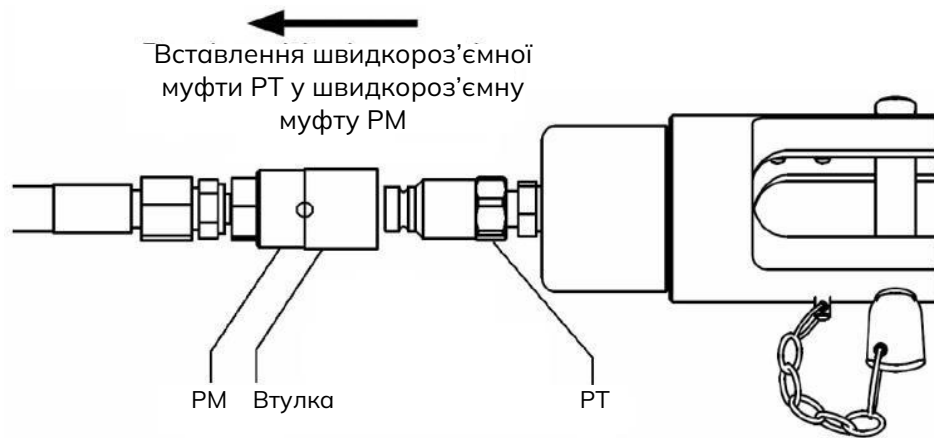

Рис. 3. Робота зі швидкороз'ємною муфтою
- Потягніть втулку у напрямку стрілки на рис. 3 до від'єднання.